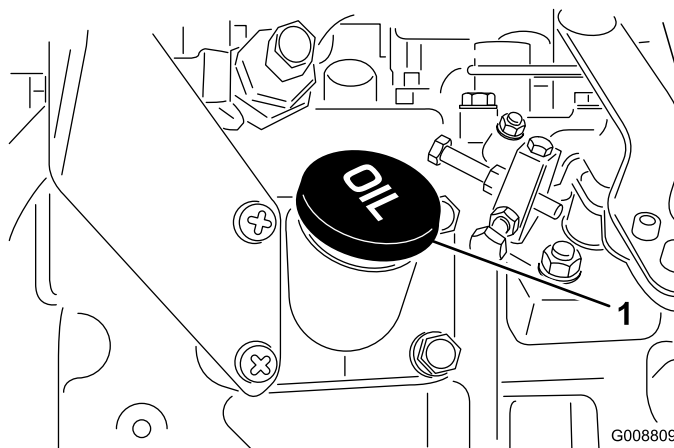

Figura 33
4. Se l'olio non raggiunge i parametri di sicurezza, togliete il tappo di riempimento (Figura 33) e aggiungete olio finché il livello non raggiunge la tacca FULL. **Non riempite troppo.**